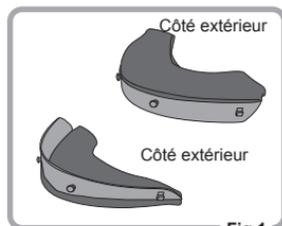

Fig.1
1. Examinez la Fig.1 et vérifiez le côté (côté intérieur ou côté extérieur).